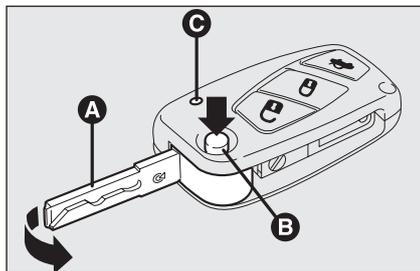

fig. 9
La chiave è dotata di inserto metallico **A-fig. 9**, che aziona:
**Premere il pulsante B-fig. 9 solo quando la chiave si trova lontano dal corpo, in particolare dagli occhi e da oggetti deteriorabili (ad esempio gli abiti). Non lasciare la chiave incustodita per evitare che qualcuno, specialmente i bambini, possa maneggiarla e premere inavvertitamente il pulsante.**